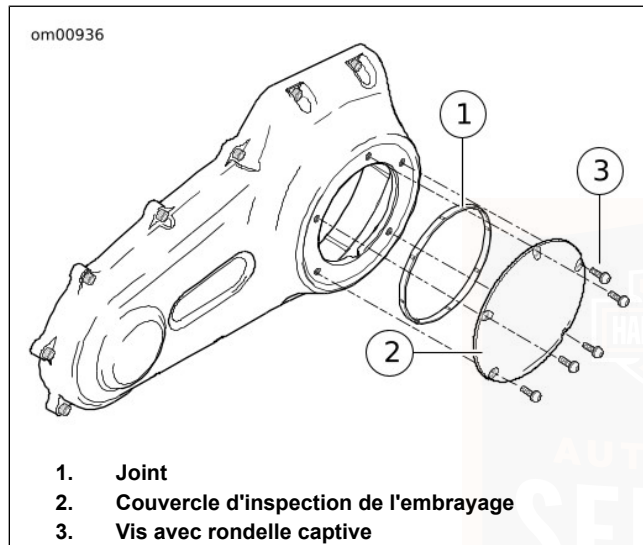

Figure 35. Couverture d'embrayage
2. Voir la Figure 35. À l'aide d'un embout T-27 TORX, retirer les cinq vis (avec les rondelles captives) (3) pour enlever le couvercle d'inspection de l'embrayage (2) du couvercle du carter de la chaîne primaire.